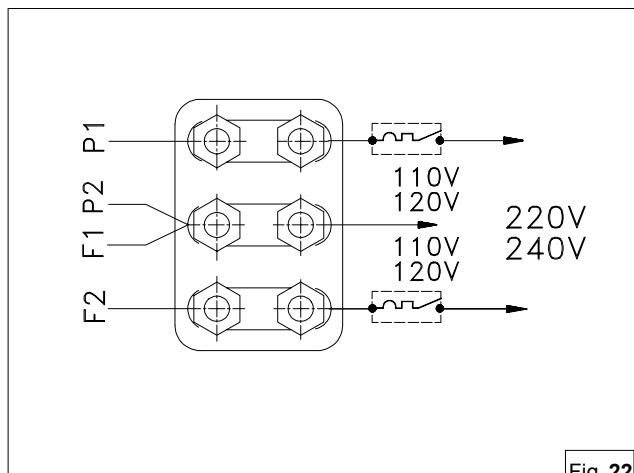

Fig. 22
Nel collegamento in serie è possibile prelevare contemporaneamente la potenza sia a tensione 110 (120) V fra i punti F1-F2 e P1-P2 che a tensione 220 (240) V fra i punti P1 e F2, come da schema di fig. 22.
**NB.** In questi casi vanno installati due magnetotermici, vedi fig. 22, dimensionati sui valori di corrente (A) riportati in Tab. 2
In serial connection, power can be picked up both at 110 (120) V between points  $F_1 - F_2$  and  $P_1 - P_2$  and at 220 (240) V between points  $P_1$  and  $F_2$  at the same time, as shown in the diagram in fig. 22.
Dans la liaison en série on peut pr\_léver simultanément la puissance à une tension de 110 (120) V entre les points F1-F2 et P1-P2 qu'à une tension de 220 (240) V entre les points P1 et F2, selon le schéma de la figure 22.
**N.B:** In these cases two magnetothermic devices should be installed, see fig. 22, dimensioned on the current values (A) shown in Table. 2.
**NOTE:** deux magnétothermiques doivent être installés dans ces cas (se reporter à la figure 22), dimensionnés sur les valeurs du courant (A) reprises sur le tableau 2.